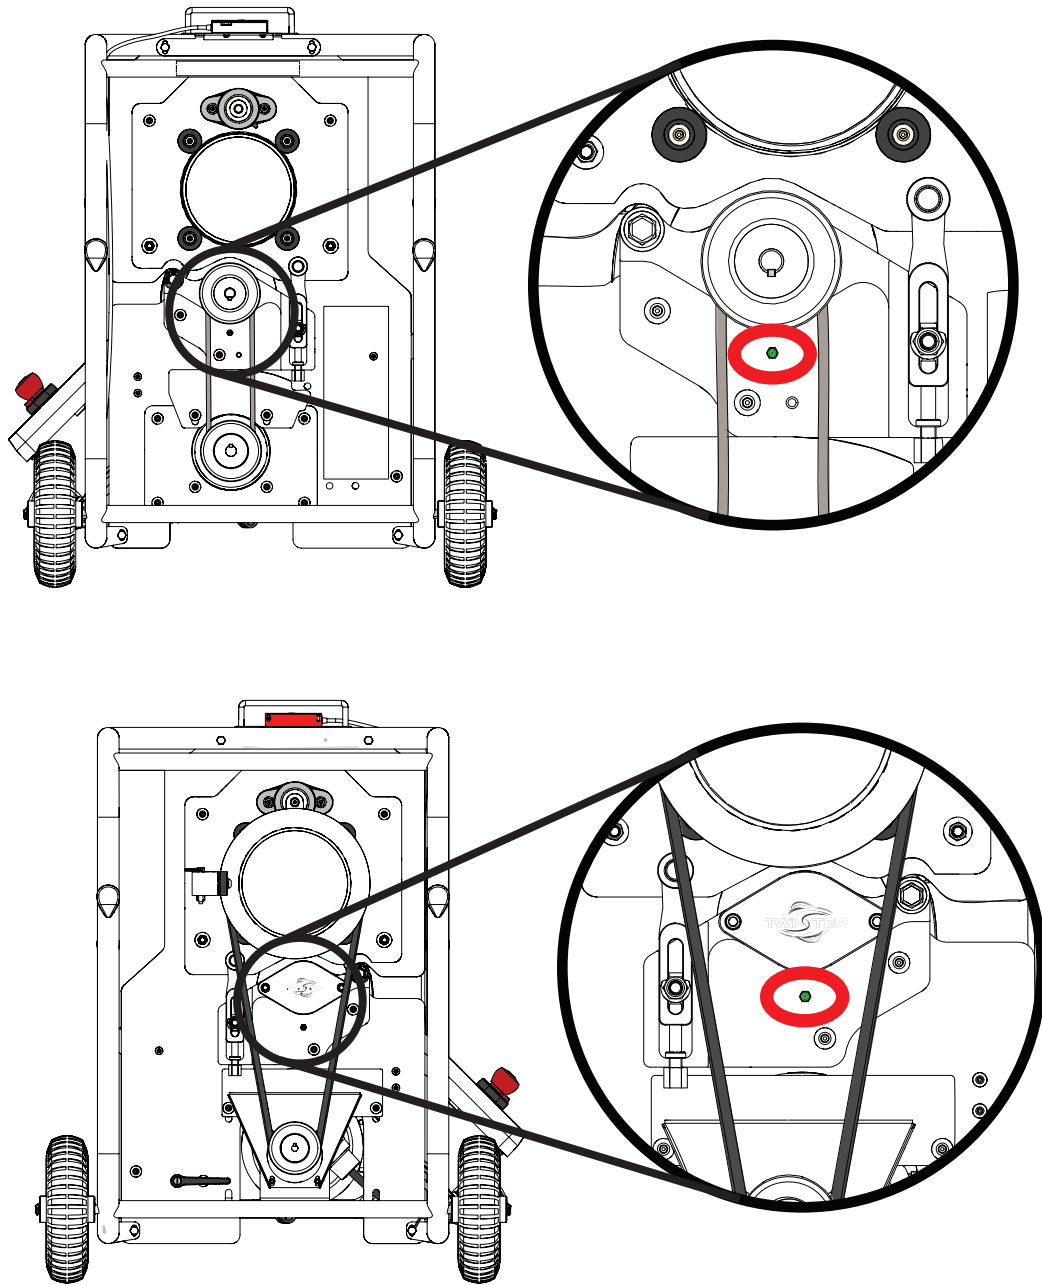

Fig. 44
3. Bombee grasa en los engrasadores (consulte la Fig.44):